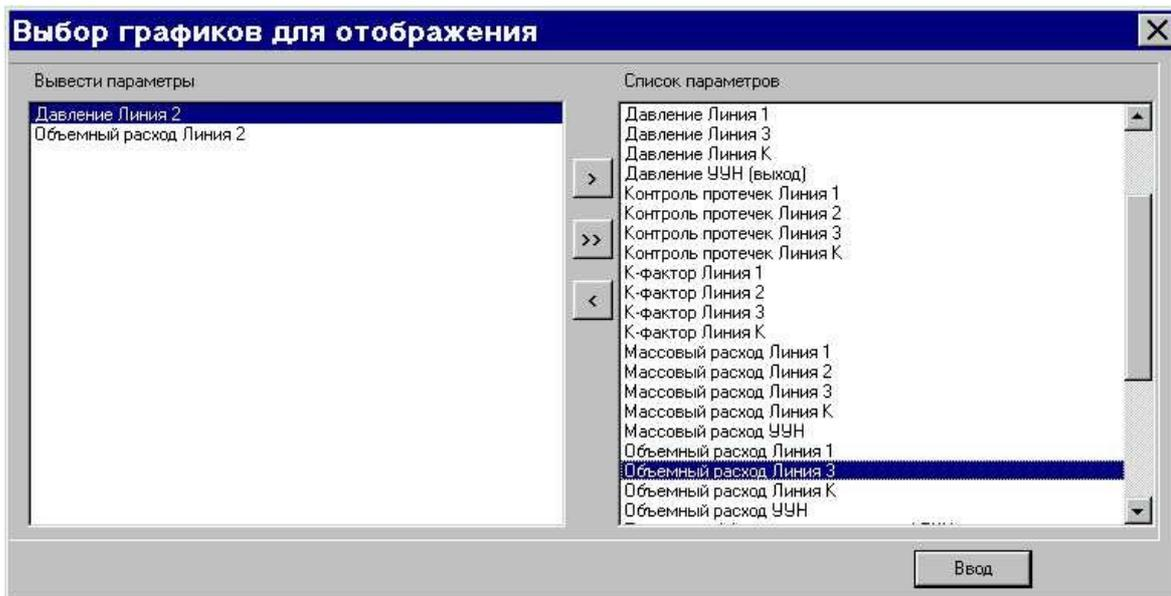

Рис. 29
1.1.2 Для выбора параметров необходимо нажать кнопку **Выбор графиков** в правой части экрана - при этом вызывается окно, содержащее список доступных для просмотра параметров (Рис. 29).